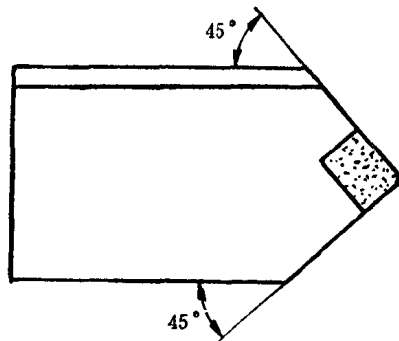

图1-4 倒角刀
3) 倒角刀 见图1-4, 倒角刀作为孔口倒角用, 是孔的精镗加工前不可缺少的工序。